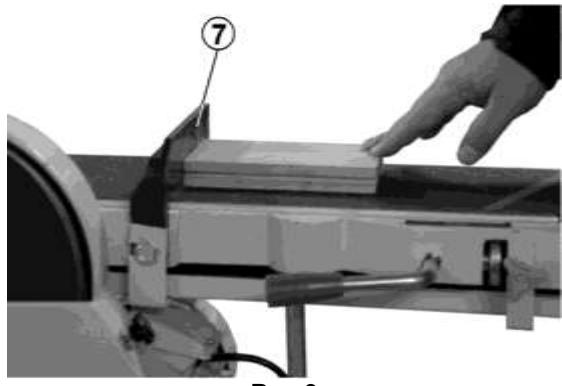

Рис.9
Не нажмите слишком сильно на заготовку. Машина работает лучше без приложения больших усилий нажатия на заготовку, Рис.9. Задний упор (7) фиксирует деревянную заготовку во время работы. Во время работы берегите руки.